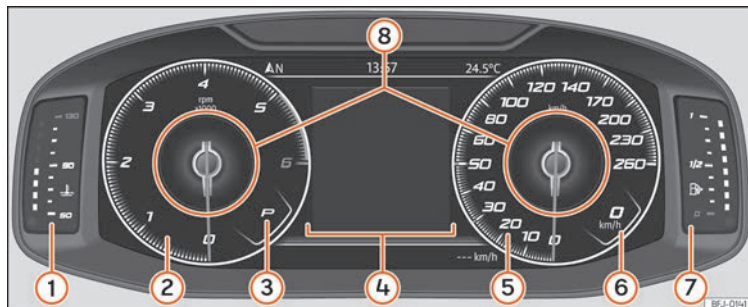

Abb. 118 SEAT Digital Cockpit in der Schalttafel (klassische Ansicht).
Die in der *Klassischen Ansicht* und in der Ansicht *Halbkreisförmige Instrumente* angezeigten Informationen können in den **Informationsprofilen** » **Abb. 118** ⑧ personalisiert werden.
Die Zeiger der Umdrehungen pro Minute und der Geschwindigkeitsmesser werden über die gesamte Länge angezeigt »» **Abb. 118.**